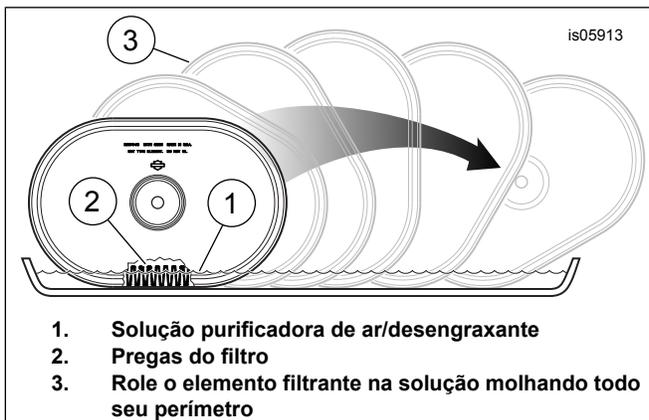

Figura 2. Limpeza do elemento filtrante
2. Limpe o elemento do filtro (veja Figura 2):
- a. Remova e lave o elemento imergindo-o, na borda, em um recipiente raso com uma quantidade suficiente da solução purificadora de ar/desengraxante (1) de modo a cobrir **no máximo** três quartos da altura das pregas do filtro (2), cerca de 9,5 mm (0.375 in). **Não deixe entrar solução suja no elemento filtrante.** “Role” com cuidado o elemento na solução ao redor de seu perímetro (3) até que a superfície externa inteira das pregas do filtro fiquem banhadas.